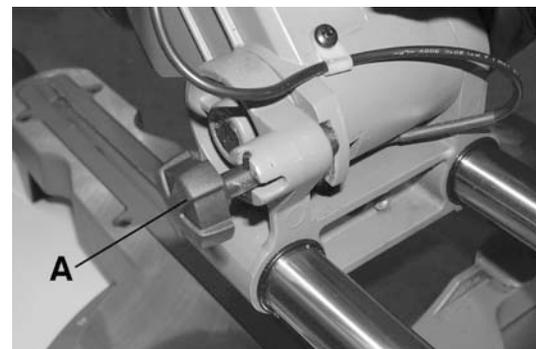

Figure 17
1. Tirez et tournez le bouton de relâche (A) Fig.17 et soulevez la tête.